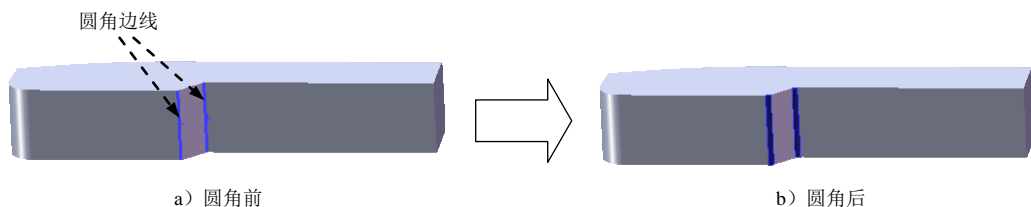

图 12.4.5 圆角 2
Step4. 创建图 12.4.5 所示的圆角 2。
(1) 选择命令。选择下拉菜单 **插入(I)** → **特征(F)** → **圆角(U)...** 命令 (或单击  按钮), 系统弹出“圆角”对话框。
(2) 定义圆角类型。采用系统默认的圆角类型。